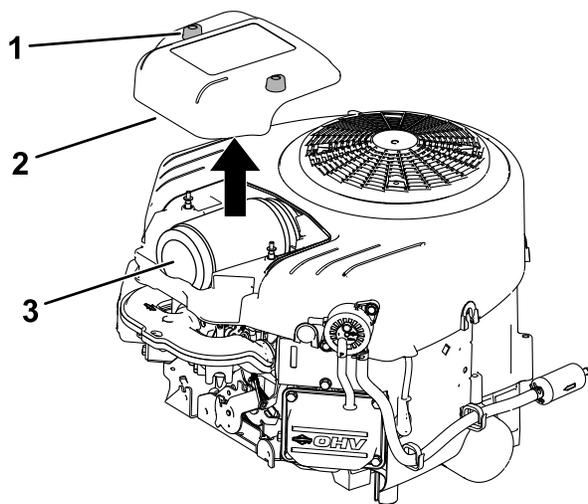

Figura 37
3. Instale a cobertura e aperte os dispositivos de fixação (Figura 37).